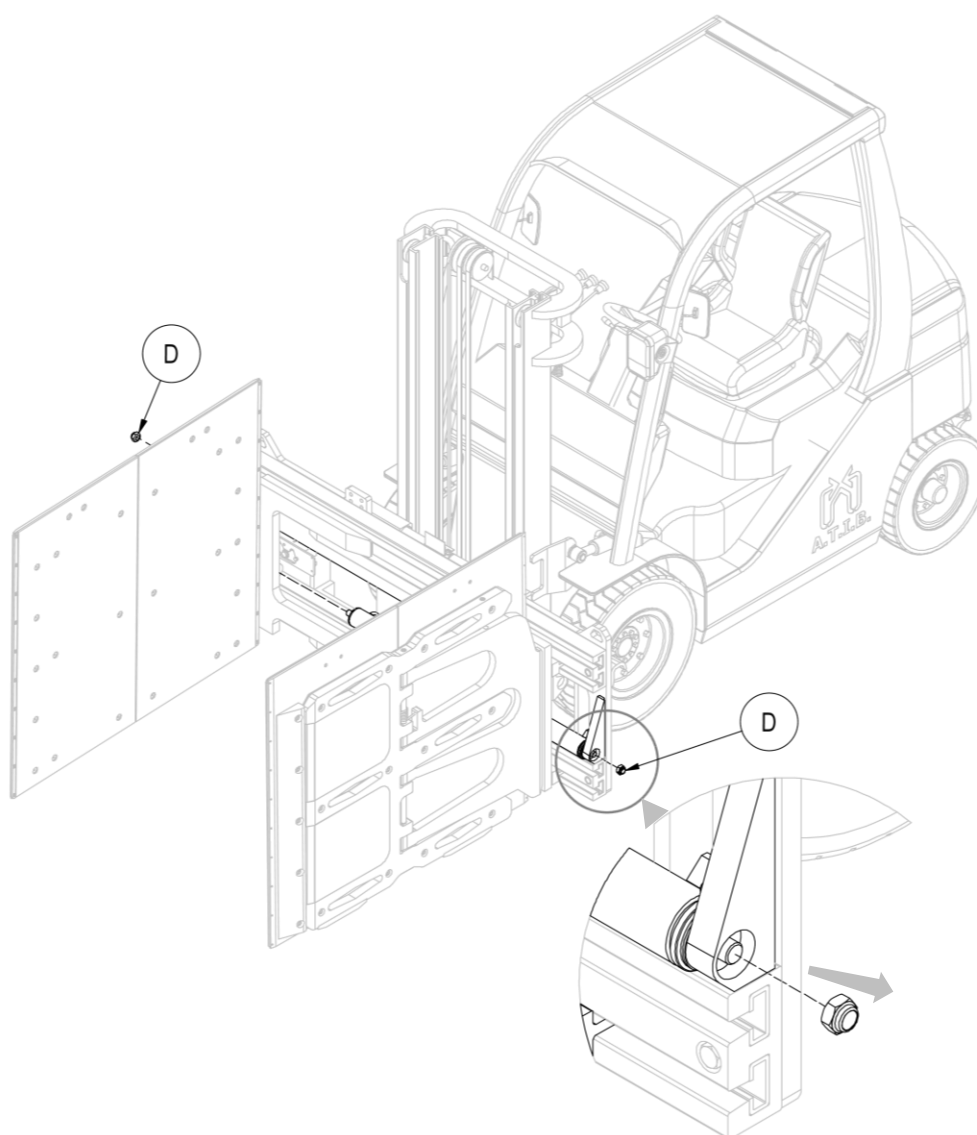

Figura 92
7. Rimuovere i dadi **D** che vincolano i cilindri alla struttura dell'attrezzatura e rimuovere i cilindri stessi, prestando attenzione a non danneggiarli (vedi *Figura 92*).